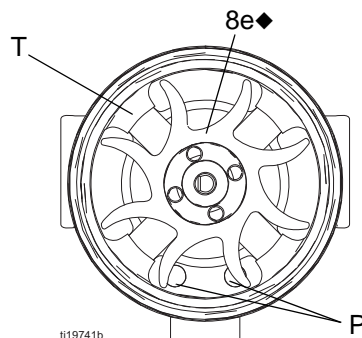

FIG. 38 . Orientation du ventilateur
7. Maintenez l'ensemble de bobine (8a) sur un établi en orientant l'extrémité du ventilateur vers l'avant. Retirez le ventilateur (8e) de l'axe (S) à l'aide d'un tournevis plat large.
10. Installez le nouveau coussinet inférieur (8b1) sur la partie longue de l'axe (S). La partie la plus plate du coussinet doit être orientée à l'opposé de l'aimant (M). Installez dans la bobine (8a) de sorte que les languettes de coussinet soient au niveau de la surface de la bobine.
12. Maintenez l'ensemble de bobine (8a) sur un établi en orientant l'extrémité du ventilateur vers l'avant. Appuyez sur le ventilateur (8e), sur l'extrémité longue de l'axe (S). Les pales du ventilateur doivent être orientées comme illustré dans la FIGURE 38.